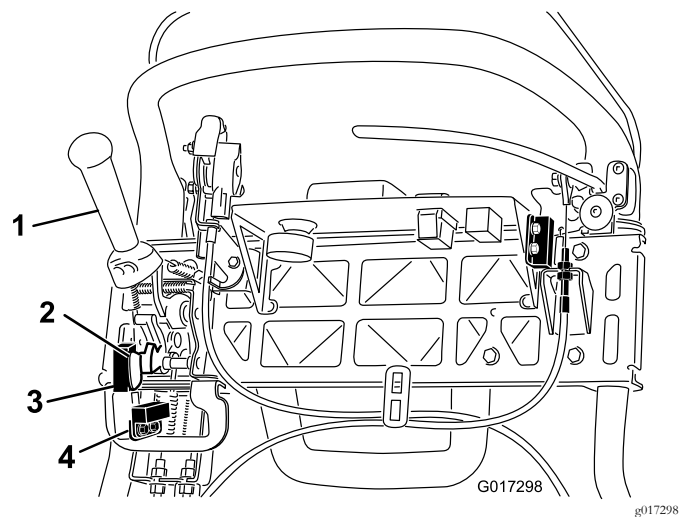

Bild 44
4. Lösen Sie die Befestigungsschrauben des Sicherheitsschalters (Bild 44).
5. Legen Sie eine 1,6 mm dicke Beilagscheibe zwischen den Fahrantriebshebel und den Sicherheitsschalter (Bild 44).
4. Lösen Sie die Befestigungsschrauben des Mähensors (Bild 44).
5. Legen Sie eine 1,6 mm dicke Beilagscheibe zwischen das Mähensorflag und den Mähensor (Bild 44).